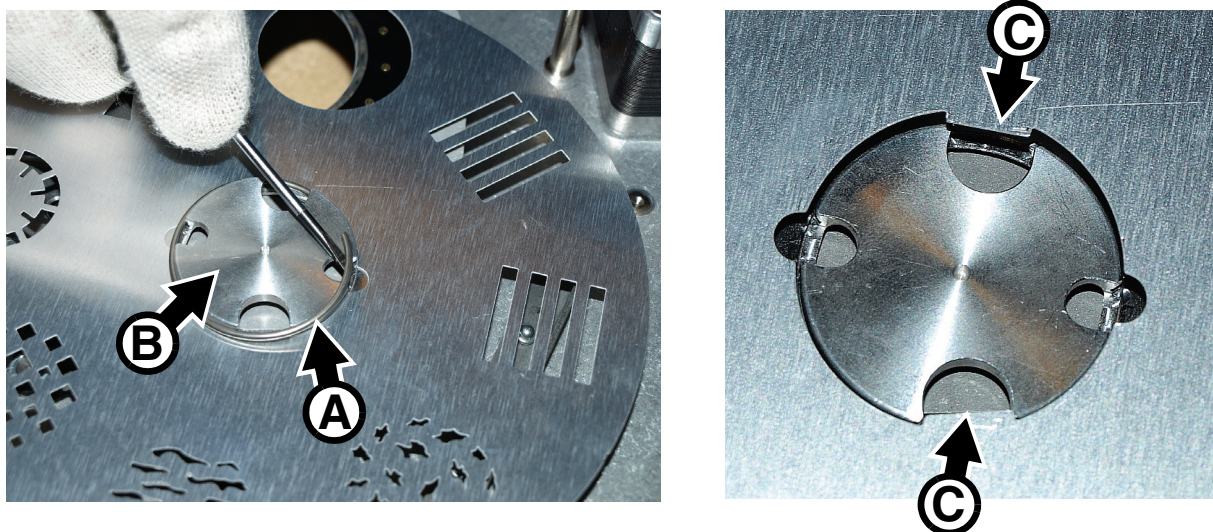

Figure 26: Démontage de la roue de gobos statiques
4. Voir Figure 26. Utilisez un petit tournevis plat pour retirer le circlips **A** du moyeu **B** et démonter la roue d'effet. Evitez de tordre la roue pendant le démontage et le stockage.